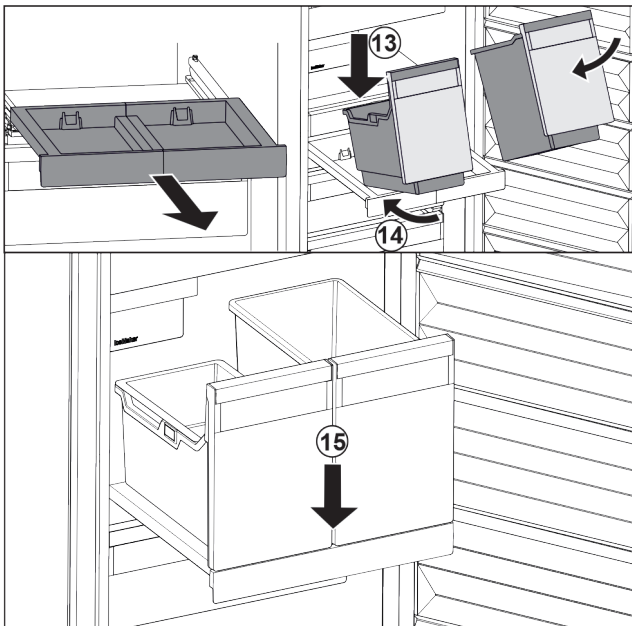

Fig. 86
- ▶ Bak schuin op het uitschuifplateau plaatsen. Fig. 86 (13)
- ▶ Bak er schuin naar achteren inschuiven. Fig. 86 (14)
- ▶ Bak aan voorzijde neerzetten. Fig. 86 (15)